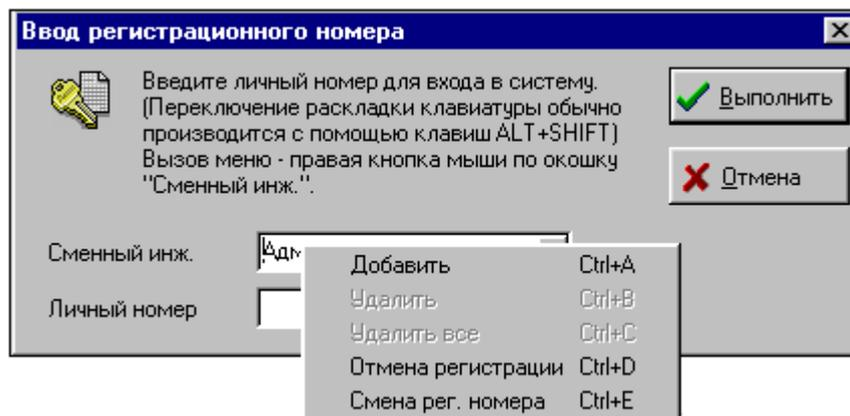
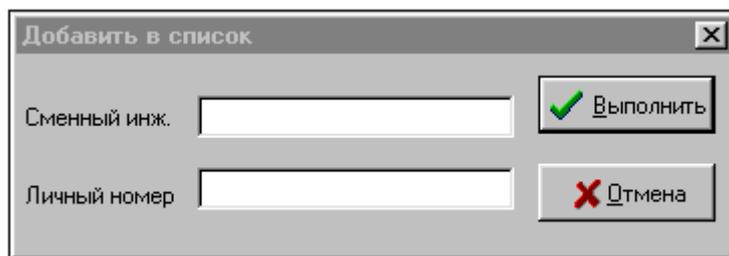

Рисунок 7 - Форма ввода регистрационного номера
Рисунок 8 - Форма добавления сменного инженера в список
- "Добавить в список" (рисунок 8);
После запуска программы сменному инженеру необходимо зарегистрироваться, для чего щелкнуть кнопкой манипулятора «мышь» по кнопке «Регистрация» на главной форме, правой кнопкой манипулятора «мышь» вызвать меню, рисунок 7, затем вызвать форму «Добавить в список», рисунок 8, ввести свою фамилию и личный номер. Удаление фамилии и смена регистрационного номера выполняются аналогично.